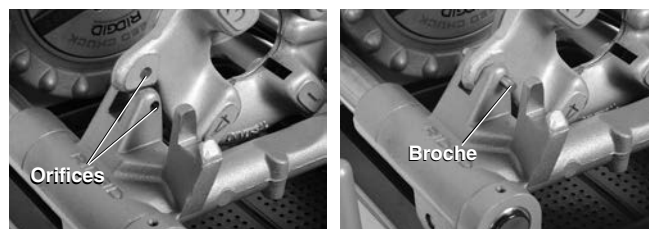

Figure 26 – Rétention de la tête de filière à gauche
2. Enfoncez une broche de $\frac{5}{16}$ " et de 2" de long à travers les orifices du support de chariot et de la tête de filière à gauche pour la retenir (*Figure 26*).